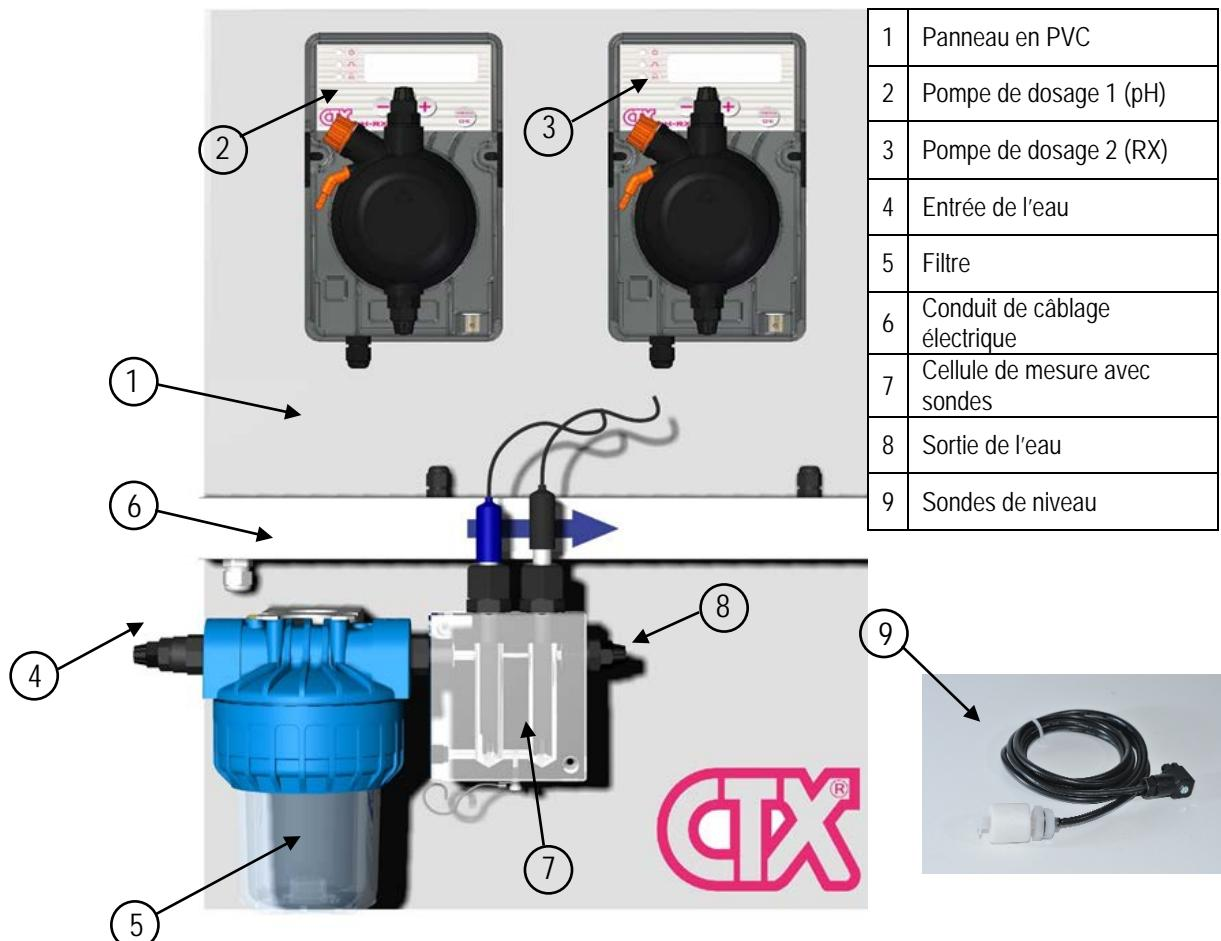

Figure 1 - PANNEAU DE CONTRÔLE PH-RX
Les lignes suivantes décrivent brièvement la façon dont le flux d'eau traverse la station de contrôle et est monitoré (pour faciliter la compréhension, se reporter à la Figure 1).
L'eau provenant d'une dérivation de l'installation de recirculation de la piscine entre par l'entrée d'eau d'échantillon (Figure 1- pos.5) pour passer ensuite à l'intérieur du **filtre à eau** (Figure 1- pos.6) qui se charge de retenir toutes les impuretés ou les particules en suspension, à partir de là elle arrive à l'intérieur de l'unité (Figure 1- Pos.7) destinée à contrôler les différentes valeurs physiques / chimiques (selon le type de capteur qui est monté) comme l'acidité / alcalinité et le potentiel de l'oxydoréduction. Tout cela est géré par une centrale sophistiquée (Figure 1 - pos.2) installée sur la station de contrôle laquelle, selon les valeurs relevées, active et/ou désactive les dispositifs de dosage respectifs (Figure 1 - pos.3 et 4) reliés à moins que n'interviennent (le cas échéant) les interrupteurs de niveau (Figure 1 - pos.10) situés dans les réservoirs d'aspiration relatifs ou (toujours le cas échéant) le capteur de flux (voir le paragraphe suivant).